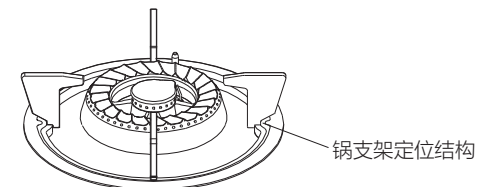

图1
- 安装好燃烧器后，再将锅支架平稳安装在盛液盘上。（见图1）